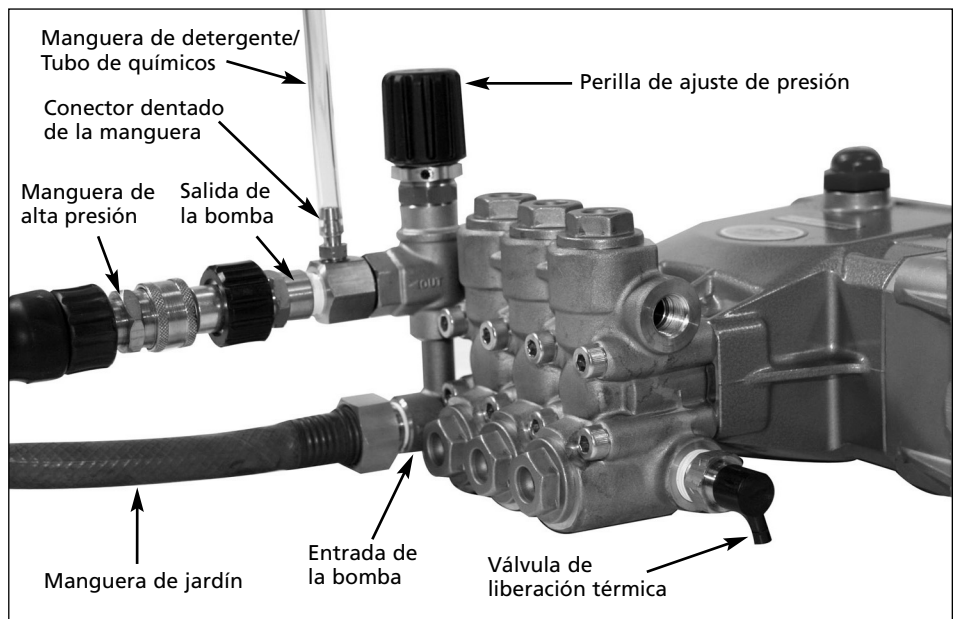

Figura 4 - Conexión de la bomba
4. Asegure la manguera de jardín (no se incluye) a la conexión de entrada de la bomba (Ver Figura 4).